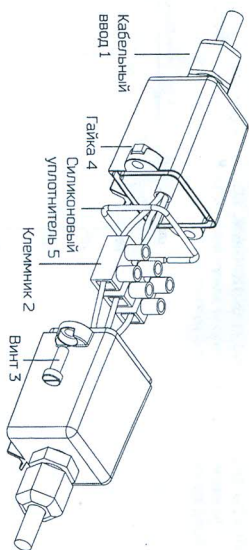

Рис. 3. Клеммная коробка.
- 8.2. Открыть клеммную коробку, открутив винты 3 с гайками 4 (рис. 3).